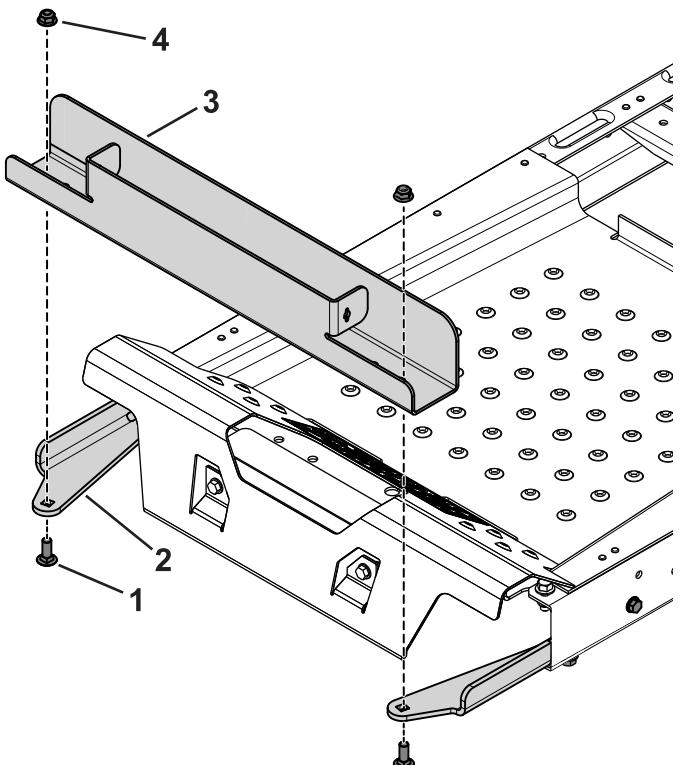

Figure 4
3. Fixez le logement de masse sur les supports à l'aide des 2 boulons de carrosserie ($\frac{3}{8}$ " x 1") et des écrous à embase (Figure 4).